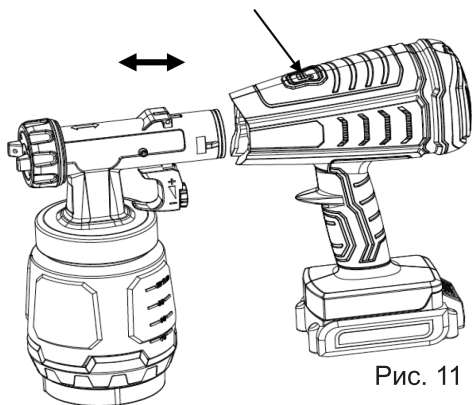

Рис. 11
2. Отсоедините от краскопульты съемный распылительный блок (Рис. 11)